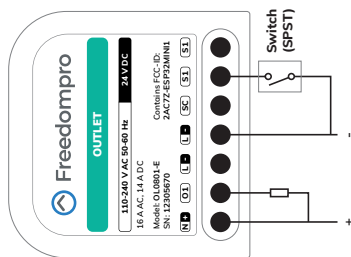
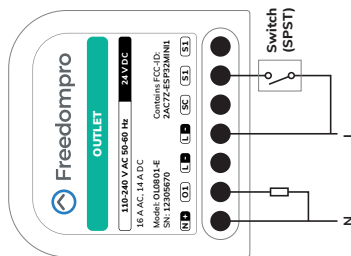

Fig. 2
Fig. 1
110-240 V AC (Fig. 1) or 24 V DC (Fig. 2).
- 5 Collegare l'alimentazione al dispositivo come indicato negli schemi 110-240 V AC (Fig. 1) o 24 V DC (Fig. 2).